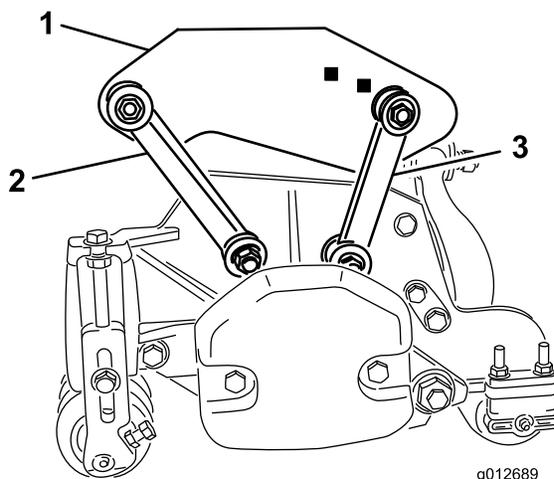

図 19
- 前取り付けリンクをキャリアフレームの穴に固定する ボルト3/8 x 2-1/4 インチ1本、平ワッシャ2枚、ロックナット1個を使用して **図 19** のように取り付ける。取り付ける時にリンクの両側にワッシャを入れる。42 N.m 4.3 kg.m = 31 ft-lb にトルク締めする。
- 後取り付けリンクを後部のキャリアフレームに固定する ボルト3/8 x 2-1/4 インチ1本、平ワッシャ2枚、ロックナット1個を使用して **図 19** のように取り付ける。取り付ける時にリンクの両側にワッシャを入れる。42 N.m 4.3 kg.m = 31 ft-lb にトルク締めする。